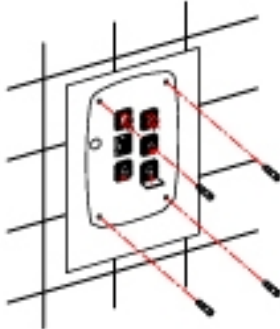

Abbildung 4
- Bohren Sie vier 8 mm große Löcher mit (0,31") Durchmesser in die Wand und verwenden Sie dabei die mitgelieferte Schablone (Abb. 4).